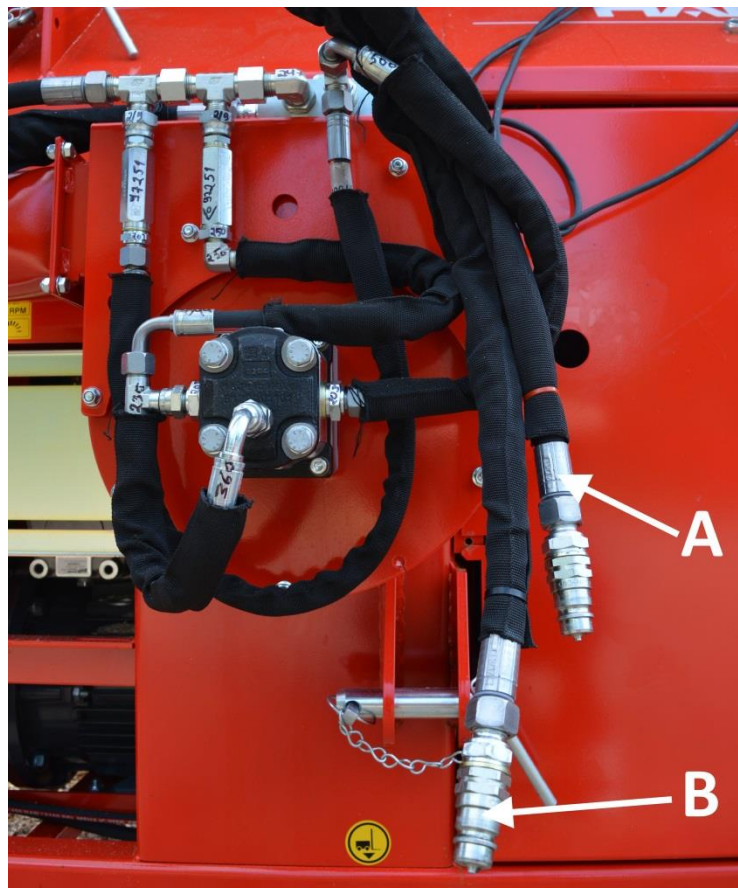

Bild 17a.
1. Fäst slang A på bild 17a (det röda bandet) till traktorns hydraulik, till snabbkopplingen på trycksidan.